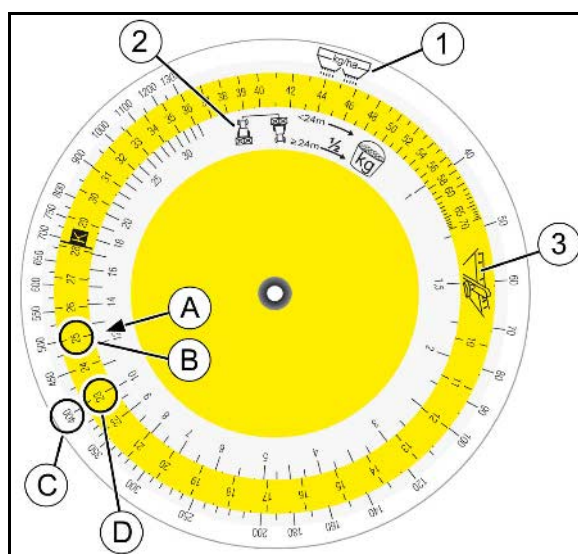

Рис. 56
1. Распределение по границе в соответствии с предписанием о внесении удобрений (Рис. 56):